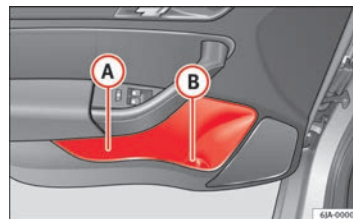

Fig. 95 Portaobjetos en el revestimiento de la puerta
En la parte (B) → fig. 95 del portaobjetos de la puerta delantera se encuentra un portabotellas.
Para no limitar el radio de acción de los airbags laterales, tan sólo utilice la parte (A) → fig. 95 del portaobjetos en la puerta delantera para almacenar objetos que no sobresalen de él.